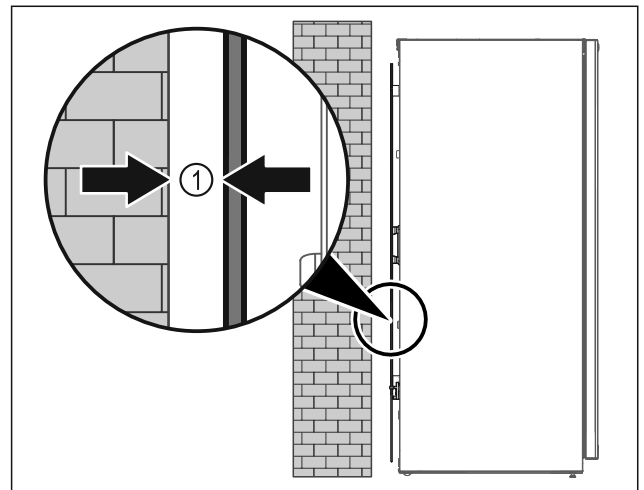

Fig. 47
- ▶ Állítsa fel a készüléket szabadon a helyiségben, vagy közvetlenül a fal mellé legalább 5 mm Fig. 47 (1) minimális távolsággan.